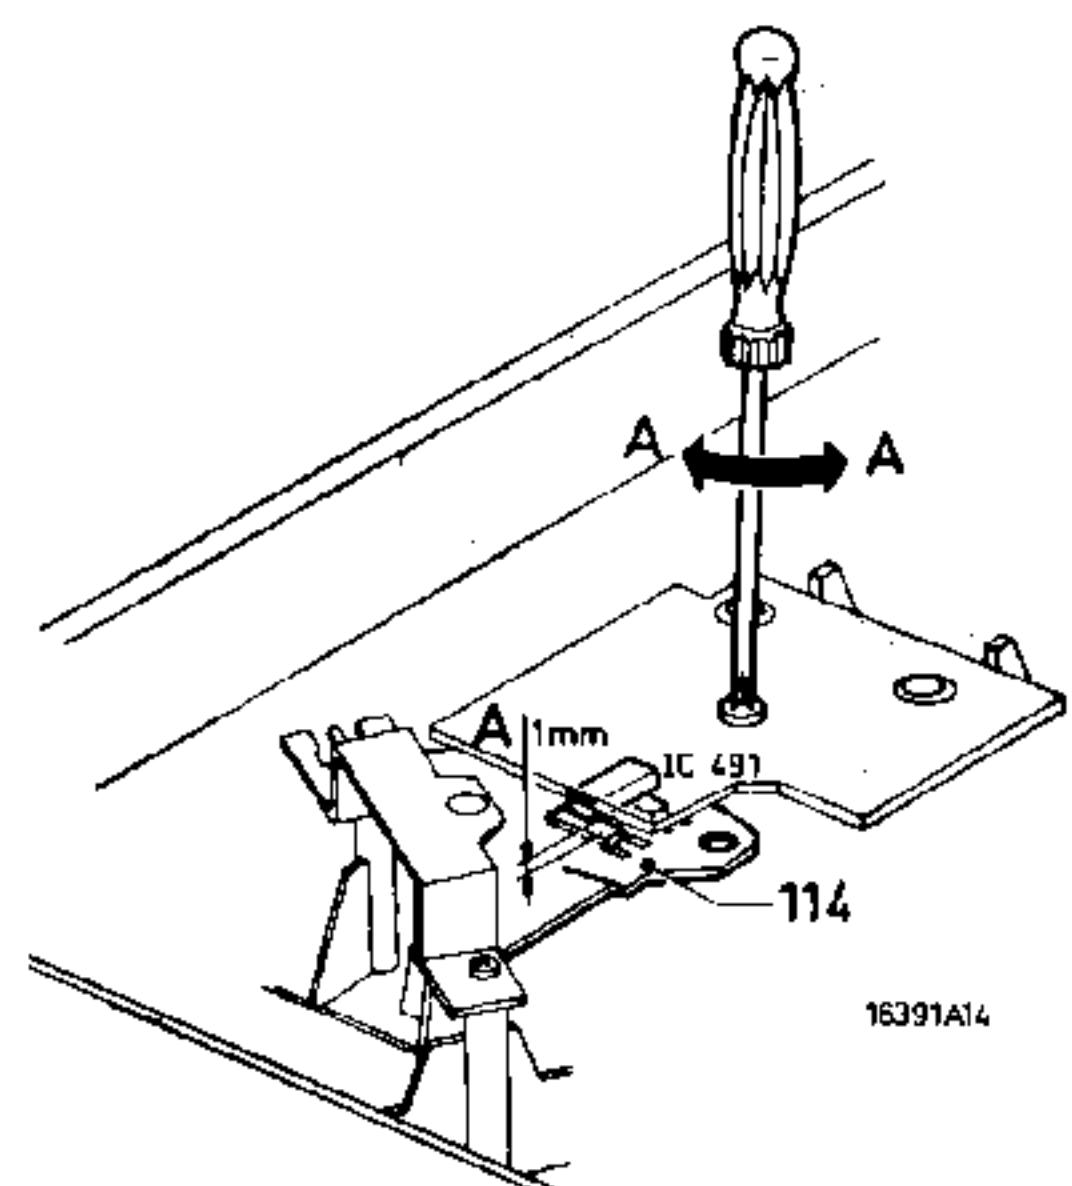

Fig. 5
2. Adjusting IC491 with respect to magnet (Fig. 5)
### 2. Instelling IC491 t.o.v. magneet (Fig. 5)
### 2. Einstellung der IC491 gegenüber Magnet (Fig. 5)
### 2. Réglage de l'IC491 par rapport à l'aimant (Fig. 5)
**2. Justering av IC491 med avseende på magneten (Fig. 5)**